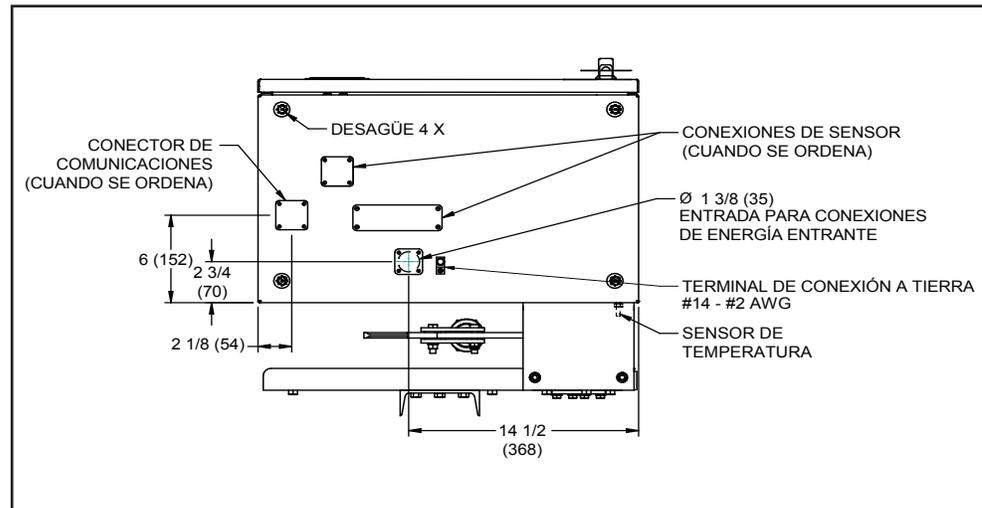

Figura 18. Vista inferior del operador de interruptores mostrando la terminal de conexión a tierra, las dimensiones están en pulgadas (mm).
PASO 9. Conecte a tierra el gabinete. Utilice la terminal de conexión a tierra (vea la Figura 18) que está ubicada en la parte inferior del gabinete del operador de interruptores para aterrizar el gabinete. La terminal de tierra se adaptará al alambre sólido o trenzado del #2 de cobre o aluminio.
- (a) Ubique el orificio del conducto que acepta un adaptador de conducto de 1 pulgada (25 mm) en la parte inferior del piso del gabinete del operador de interruptores (Vea la Figura 18 en la página 38).